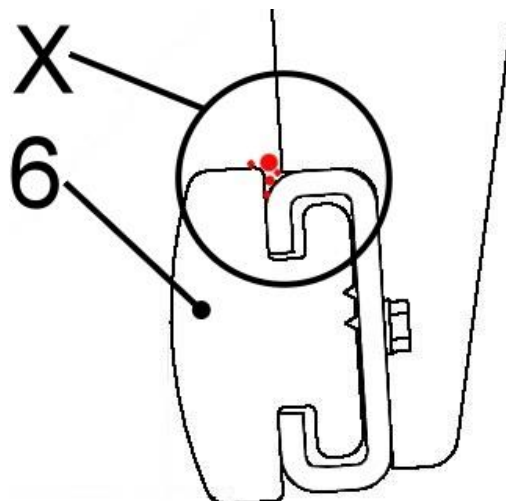

Рис.. 2
Регулярно проверяйте наличие **грязи** (например, мелких частиц камня) в верхней зоне (см. точки в разделе "X" на рис. 2) резиновых захватных губок (6).